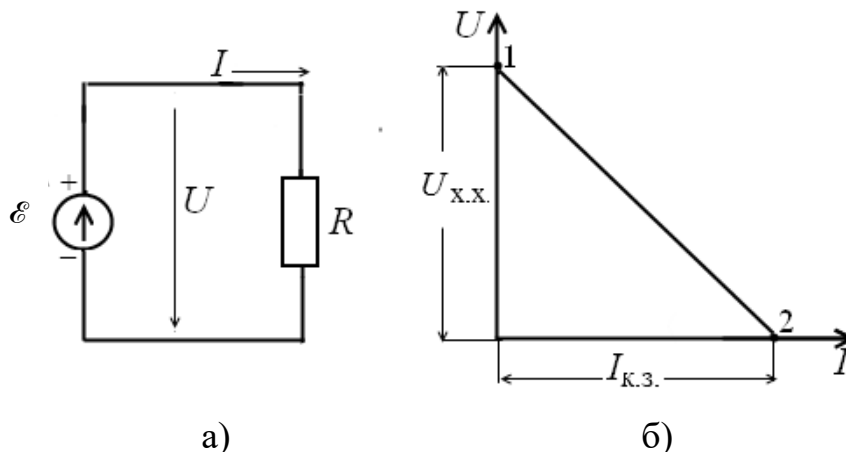

Рисунок 12 – Одноконтурная линейная электрическая цепь (а) и внешняя характеристика источника питания (б)
Рассмотрим одноконтурную электрическую цепь (рисунок 12, а).
Зависимость (9) называется внешней характеристикой источника при постоянных значениях напряжения U и сопротивления R_0 (рисунок 12, б). Точка 1 соответствует режиму холостого хода (х.х.), который имеет место при разомкнутой цепи. Точка 2 соответствует режиму короткого замыкания (к.з.), когда зажимы источника питания соединены между собой ($R=0$). Ток короткого замыкания вычисляется по формуле